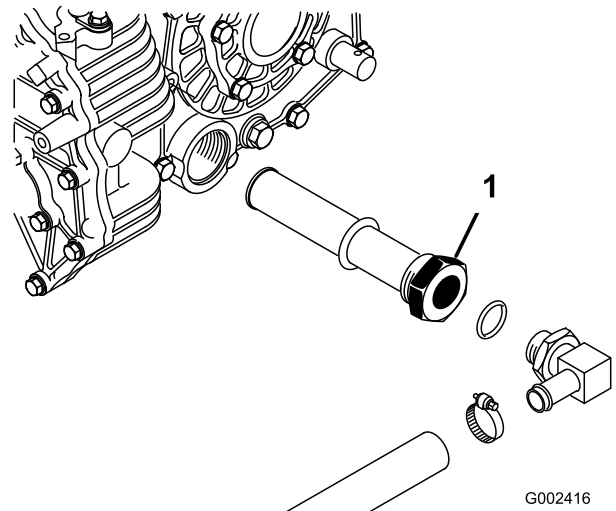

Figura 77
3. Observe la orientación del tubo hidráulico y del codo de 90 ° conectado al filtro en el lateral del depósito (Figura 77). Retire el tubo hidráulico y el codo de 90 °.